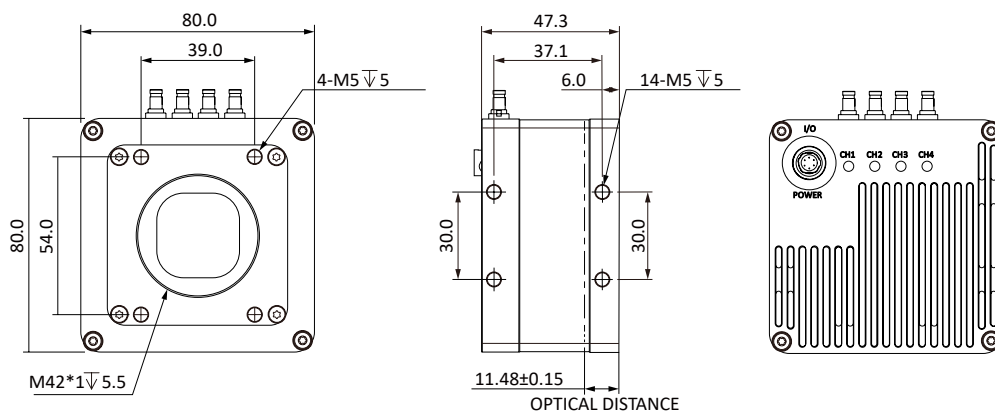

图 1-1: 80 * 80 * 47mm 相机的物理尺寸 (M42 接口)。
- $80 \times 80 \times 47\text{mm}$ M42 接口相机尺寸图如图 1-1 所示。